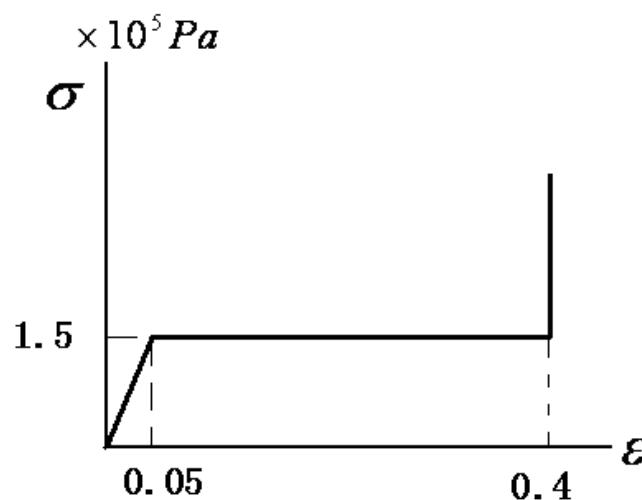

图 1 材料应力-应变曲线
2. 根据图 1 给出的某材料应力-应变曲线, 画出其静态缓冲系数曲线 ( $C-\sigma$  图)。